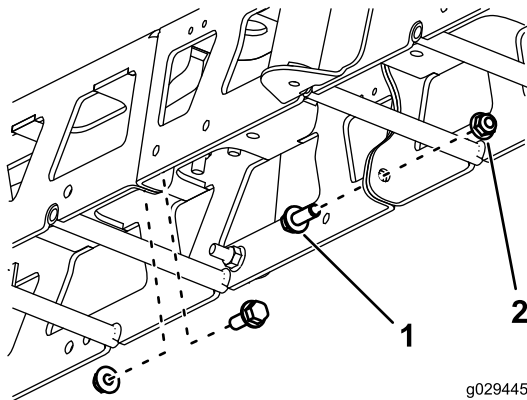

Figure 10
1. Retirez et conservez les 2 boulons et les 2 écrous, et séparez les 2 moitiés de la rampe centrale (Figure 10).